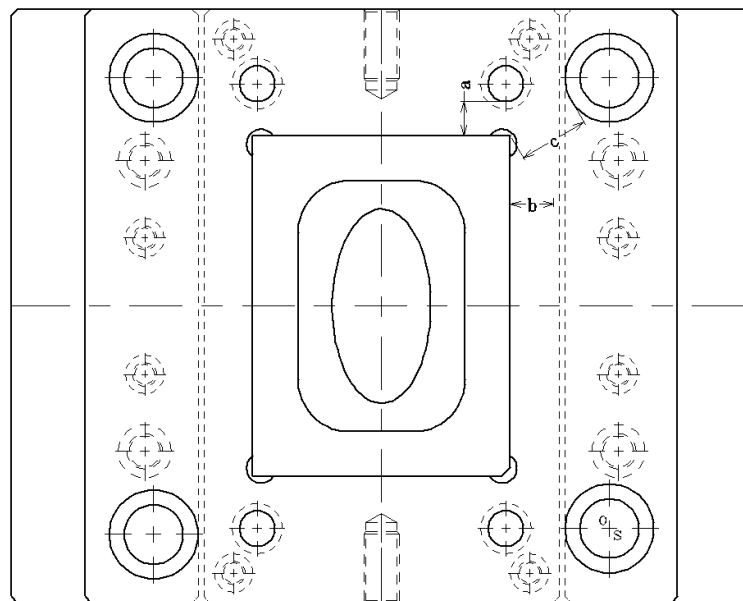

图 5-7 模架大小审核
- 2) 在宽度方向上，以顶针板边缘为基准，进退  $5\text{mm}$  范围均可以接受；(如图 5-7 中 b 尺寸，重叠为最理想)